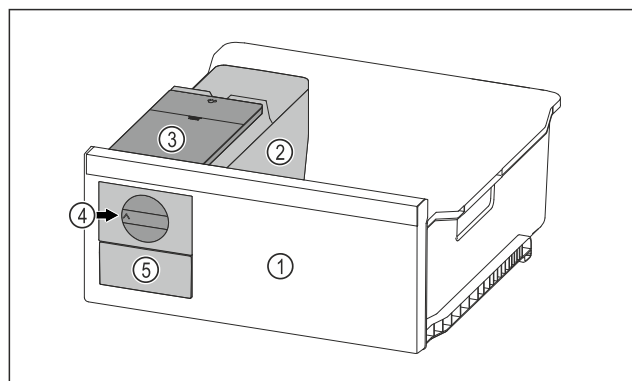

Fig. 120 Eksempelfremstilling
- ▶ Vri dreieknotten *Fig. 120 (4)* med klokken til den stopper.
- ▷ Isbitene faller fra isbitbrettet og ned i isbitskuffen *Fig. 120 (5)*.